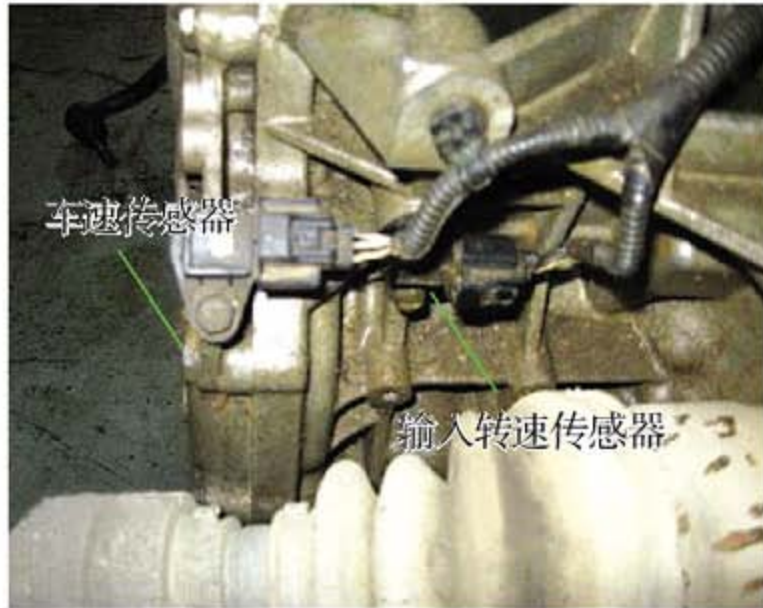

图 1
- 7). 将变速器装复后试车, 结果车辆出现不升挡故障, 变速器只在 1 挡工作, 大油门将车辆加速到 50 km/h 时才偶尔升挡。这种情况通常为无车速信号或控制单元失控导致。经仔细检查, 维修人员发现车速传感器与输入转速传感器插头插错, 两个传感器插头相同, 并且离得很近 (图 1), 维修人员一时疏忽将插头插错, 导致信号错误而无法实现换挡工作。维修人员将插头交换后试车, 发现 2 挡时依然存在打滑现象, 检查发现 2 挡时油压不足, 其他挡位的油压正常。